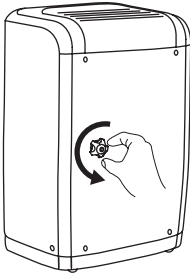

fig. 1
1. Desserrez le bouchon de vidange situé à l'arrière de l'appareil. (fig.1)